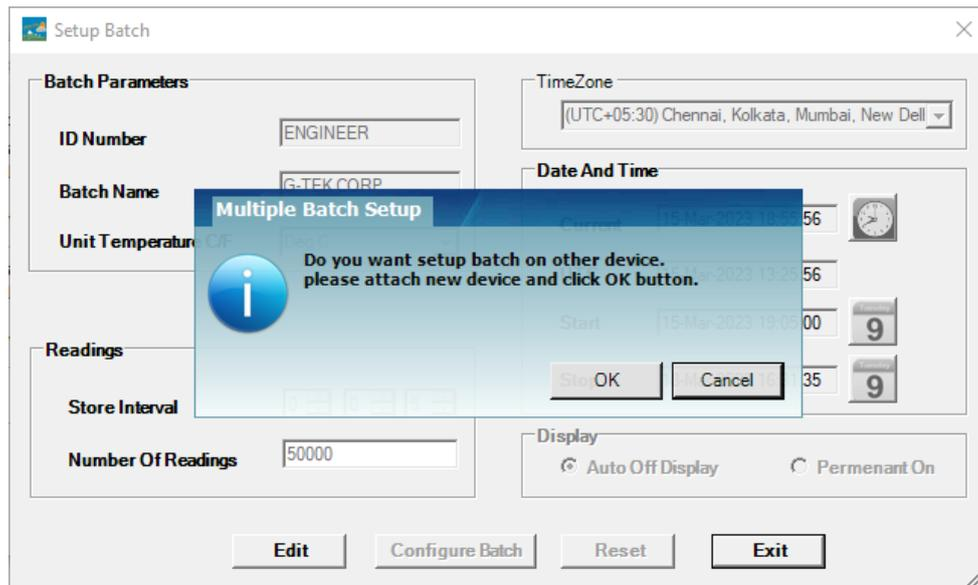

Figure6 Configurer un lot sur plusieurs appareils
- Après avoir configuré le premier appareil, une fenêtre de message s'affichera comme illustré à la figure 6. Connectez un autre appareil à l'application PC, cliquez sur le bouton "OK" pour continuer.